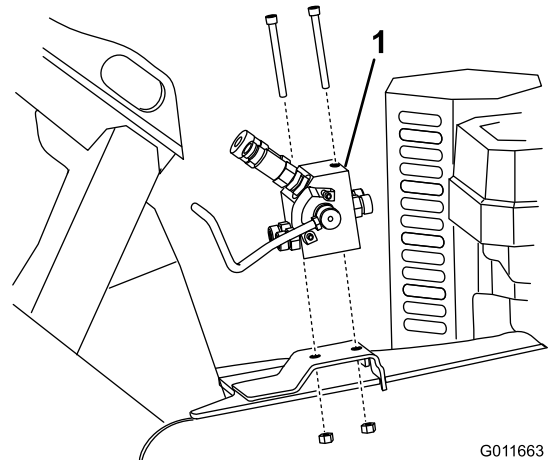

Figura 14
2. Instale el colector hidráulico en el soporte del colector con 2 pernos de cabeza allen (5/16" x 3/4") y 2 contratuercas (5/16"), tal y como se muestra en la Figura 14.